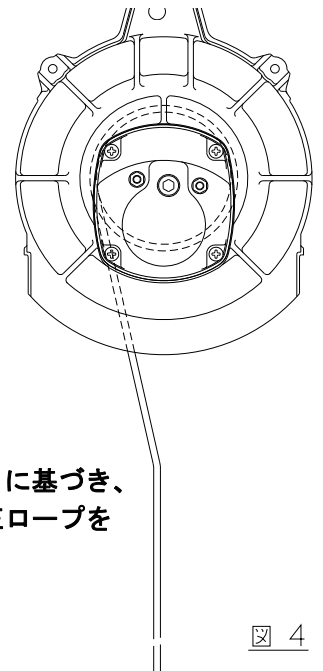

図4
- 2) ワイヤロープのロック管側を図4のようにロープを通し、ドラムの取り付け穴の大きい方へ差し込む。